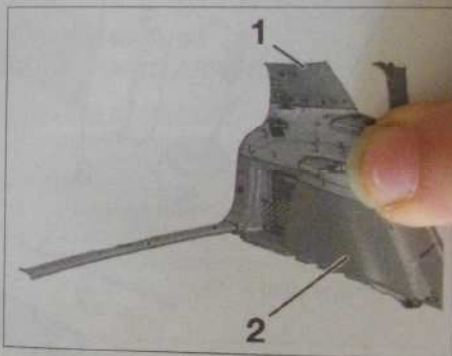

Fig. 178
- Déposer la garniture de pied arrière (1) et d'aile arrière (2) (Fig. 178).